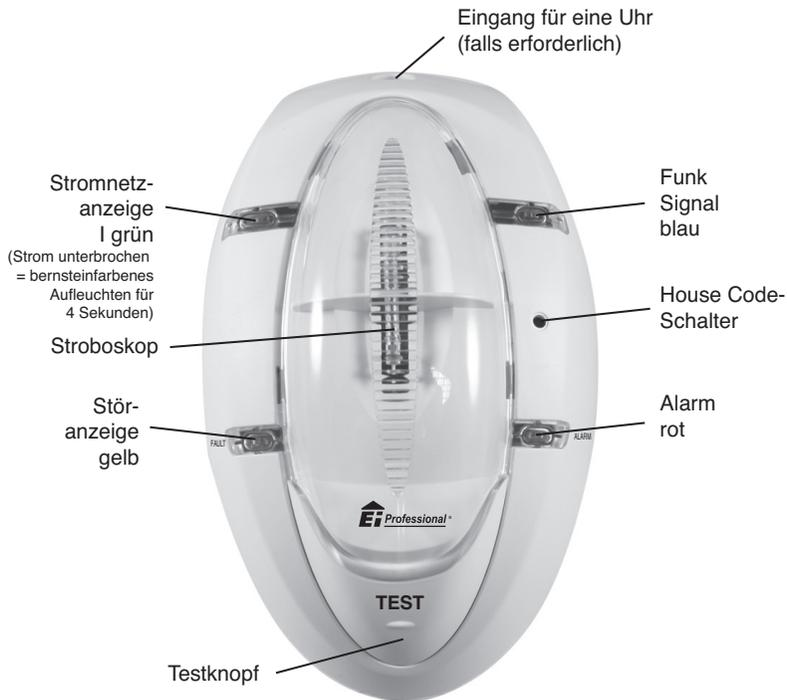

Abbildung 4
3.1.2 Drücken Sie den House Code-Schalter auf allen Elementen – die Lage der Schalter finden Sie in den Betriebsanleitungen beschrieben. Auf dem Stroboskop-Modul wird der House Code-Schalter mit Hilfe eines kleinen Schraubenziehers (oder einem ähnlichen Werkzeug mit einem oberen Durchmesser von weniger als 3mm) über die Zugangsöffnung auf dem oberen Teil des Elements gedrückt – vergleiche Abbildung 4.
Prüfen Sie die Blinklichter auf dem Modul wie folgt (siehe Abbildung 4).
„Uhreingangsbuchse“: Ein geeignetes Weckrufsignal (mit einem AC oder DC output von 5 bis 24 Volt – elektrisch von der Stromnetzversorgung isoliert) kann über einen 3,5 mm Mono-Klinkenstecker mit dieser Eingangsbuchse verbunden werden (siehe Abbildung 4). Wenn der Wecker Alarm auslöst, schaltet sich das Vibrationskissen dauerhaft ein (d.h. ohne zu pulsieren), um die Person aufzuwecken, ohne dabei jedoch das eingebaute Stroboskop oder die zusätzlichen Ausgänge zu aktivieren. So weiss der Nutzer, dass es sich um einen Weckruf und nicht um ein Feuer handelt. Deshalb benötigt der Nutzer anstatt zwei Vibrationskissen (eines für den Feueralarm und eines für den Wecker) nur eines unter seinem Kopfkissen oder der Matratze.